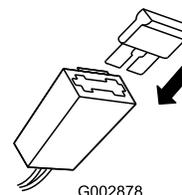

Figura 30
2. Inserite il fusibile nel portafusibili (Figura 30).